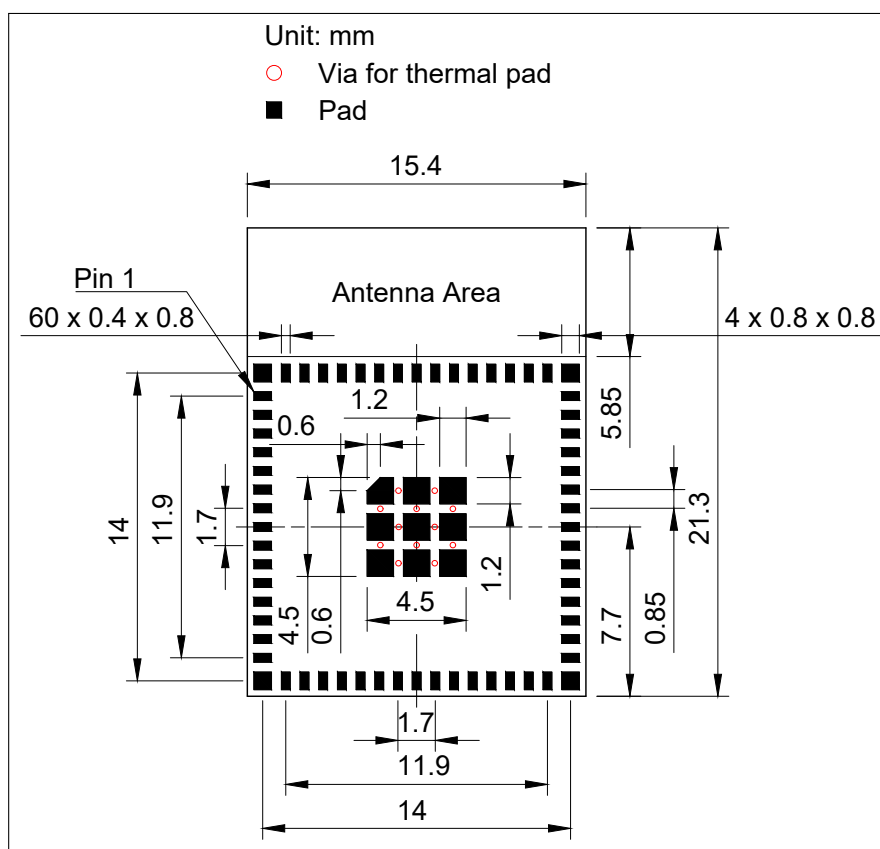
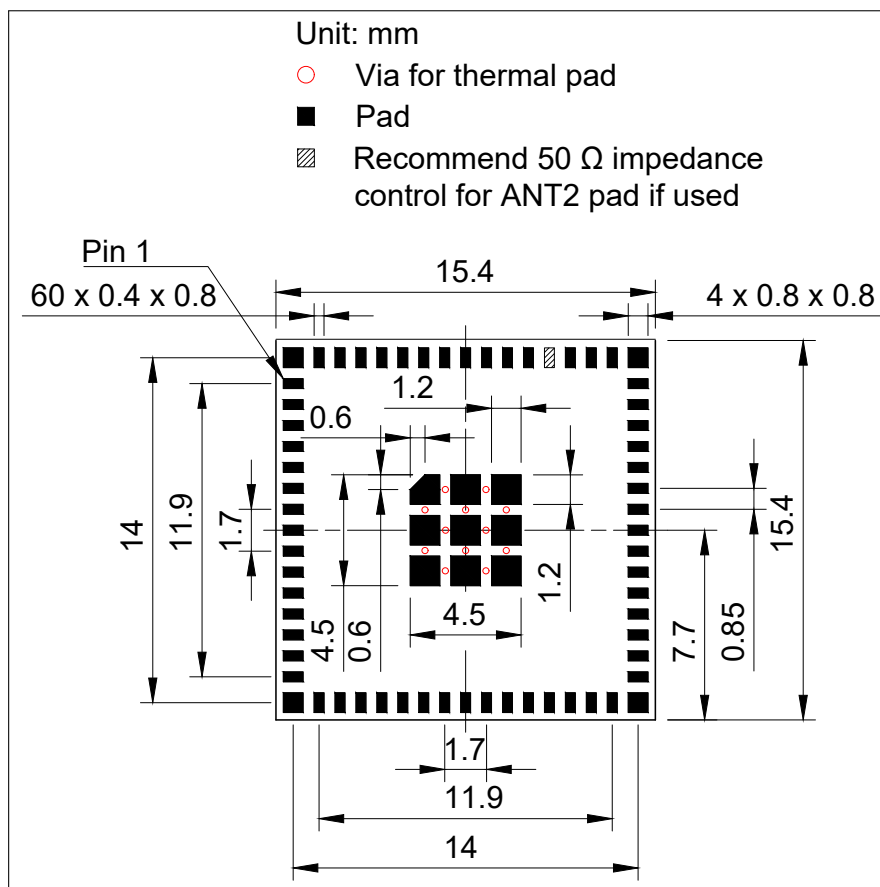

图 11-1. ESP32-C5-MINI-1 推荐 PCB 封装图形
图 11-2. ESP32-C5-MINI-1U 推荐 PCB 封装图形
- 推荐 PCB 封装图，标有 PCB 设计所需的全部尺寸。详见图 11-1 *ESP32-C5-MINI-1 推荐 PCB 封装图形* 和图 11-2 *ESP32-C5-MINI-1U 推荐 PCB 封装图形*。
- 推荐 PCB 封装图的源文件，用于测量图 11-1 和 11-2 中未标注的尺寸。您可用 Autodesk Viewer 查看 ESP32-C5-MINI-1 和 ESP32-C5-MINI-1U 的封装图源文件。